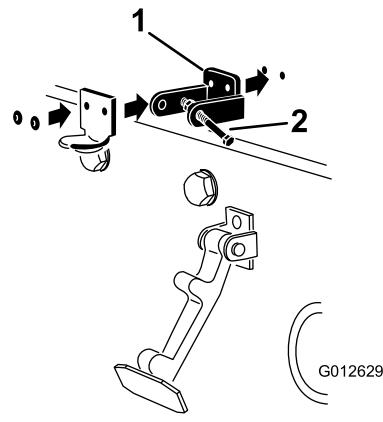

Bild 16
5. Nieten Sie die Halterungen und Scheiben an die Haube (Bild 16).
Hinweis: Die Riegelhalterung muss an der Haube anliegen (Bild 16). Nehmen Sie die Schraube und Mutter nicht vom Halterungsarm für den Riegel ab.